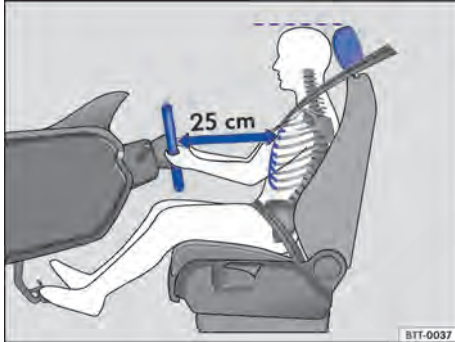
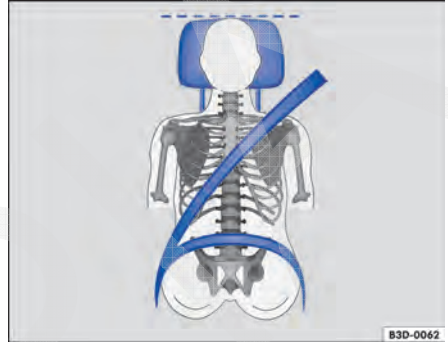

Fig. 44 A distância correta entre o condutor e o volante deve ser de, no mínimo, 25 cm.
Fig. 45 Posição correta do cadarço do cinto de segurança e ajuste correto do apoio para cabeça.
- Ajustar o apoio para cabeça de modo que a sua borda superior se encontre preferencialmente na mesma linha da parte superior da cabeça – porém não abaixo da altura dos olhos. Posicionar a nuca tão próxima quanto possível do apoio para cabeça ⇒ Fig. 44 e ⇒ Fig. 45.
- Ajustar o volante de modo que a distância entre ele e o tórax tenha no mínimo 25 cm ⇒ Fig. 44 e que o condutor possa segurar o volante pela borda externa com as duas mãos e os braços ligeiramente dobrados.